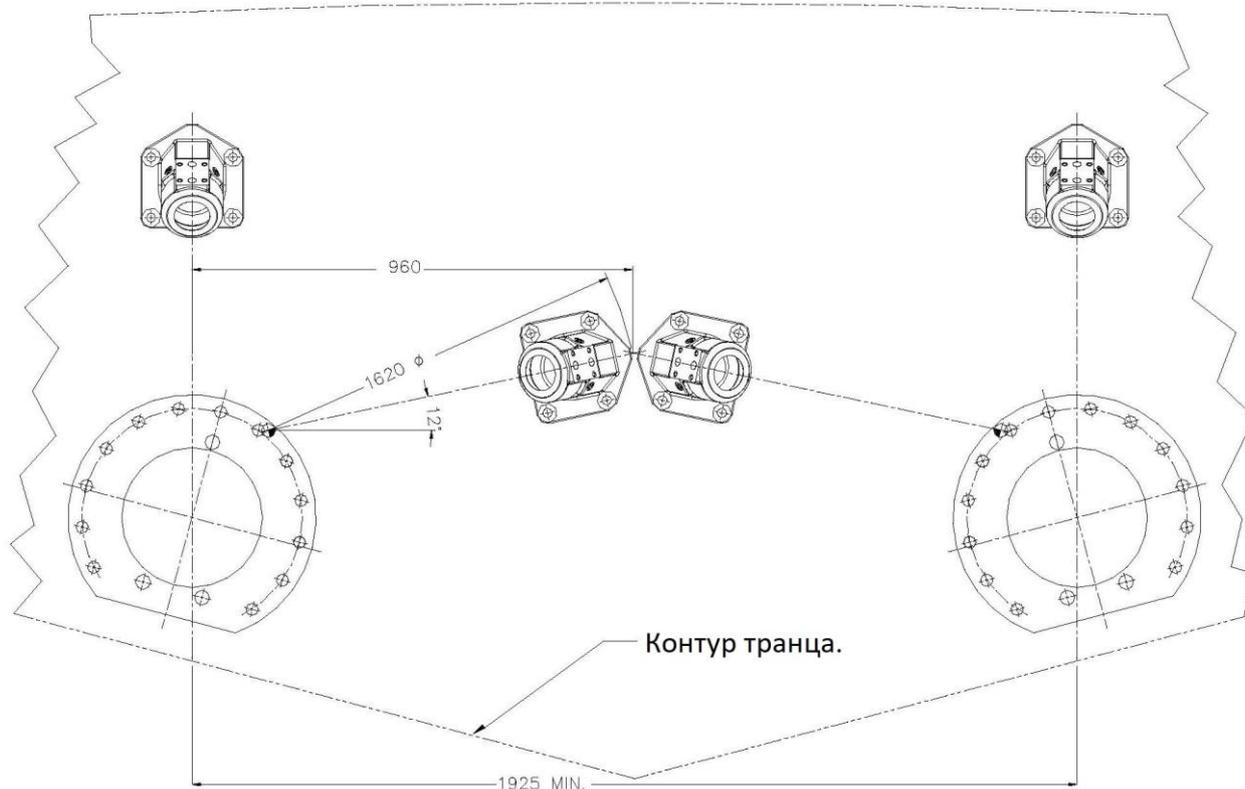

Рис. 11 Транец с дополнительным бортовым поворотом.
2. Установите гребной винт, упорную шайбу, гайку гребного винта, стопорную гайку на вал, как показано на рис. 11. Закрутите гайку гребного винта на 1220 Нм. Закрутите контргайку (стопорную гайку) на 860-1000 Нм. Доведите до нижнего значения, затем продолжите, пока паз шплинта в гайке не совпадет с отверстием в вале. Установите шплинт.